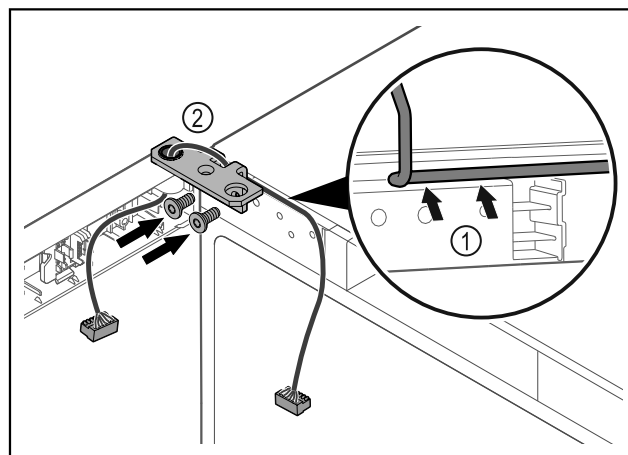

Fig. 43
- ▶ Faire passer le câble avec précaution par le trou de l'équerre de charnière Fig. 43 (1).
- ▶ Visser l'équerre de charnière Fig. 43 (2).